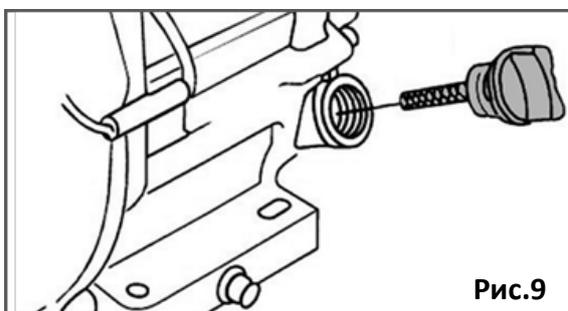

Рис.9
- Открутите крышку-щуп масла заливной горловины и извлеките щуп (Рис. 9).
- Выкрутите крышку-щуп масло заливной горловины и извлеките щуп (Рис. 9).